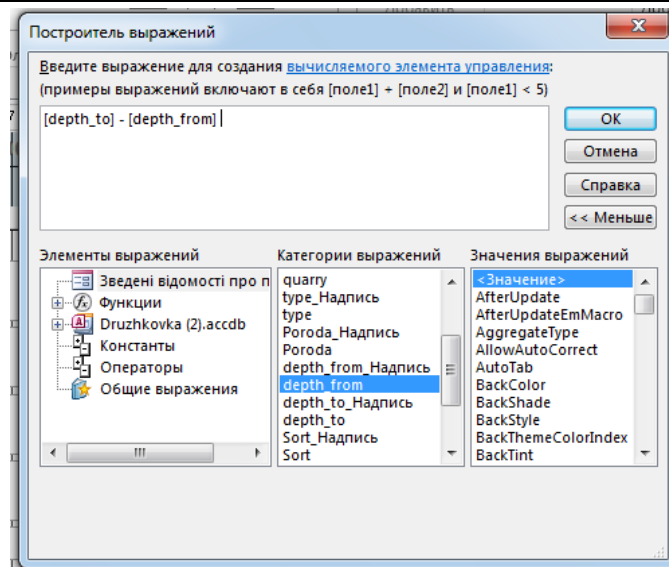

Рис. 21. Вікно Построитель выражений з введеним виразом для підрахунку потужності
10. Аналогічно помістити в область перегляду вікна і друге поле – depth_from. Результат усіх виконаних дій приведено на рис. 21.